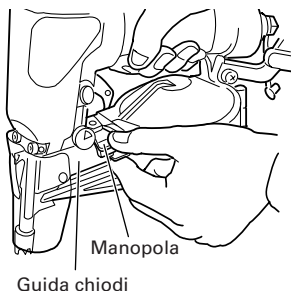

Fig. 1
- (1) Caricare i chiodi nel contenitore.
- Afferrare la guida chiodi e la manopola con le dita. Quindi premere la manopola per aprire la guida chiodi verso sinistra. (Vedere Fig. 1.)